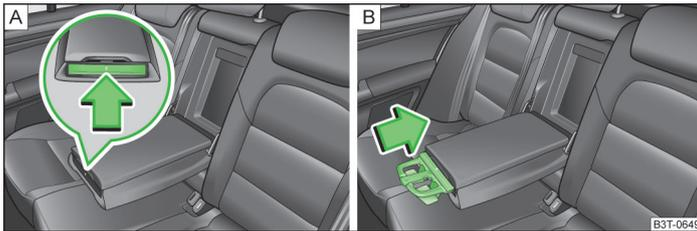

Abb. 66 Armlehne hinten: Getränkehalter herauschieben / Getränkehalter hineinschieben
- Auf die Stirnseite der Armlehne in Pfeilrichtung drücken » Abb. 66 -  , der Getränkehalter fährt heraus.
- Um den Getränkehalter wieder hineinzuschieben, auf den mittleren Teil des Getränkehalters drücken » Abb. 66 -  und diesen in die Armlehne in Pfeilrichtung hineinschieben.